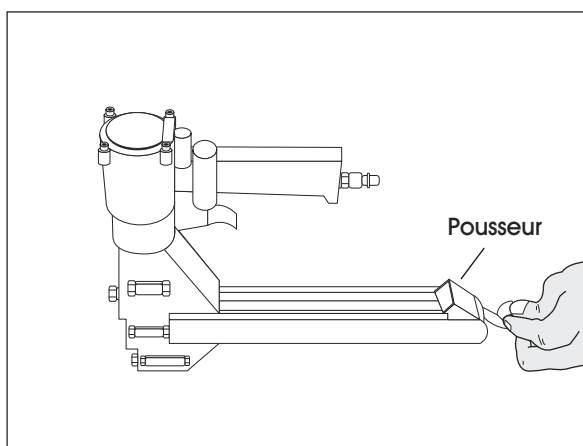

Figure 1
2. Tirez le pousseur vers l'arrière jusqu'à ce qu'il bute sur les pivots de pousseur. Tournez le pousseur en position. (Voir Figure 1)